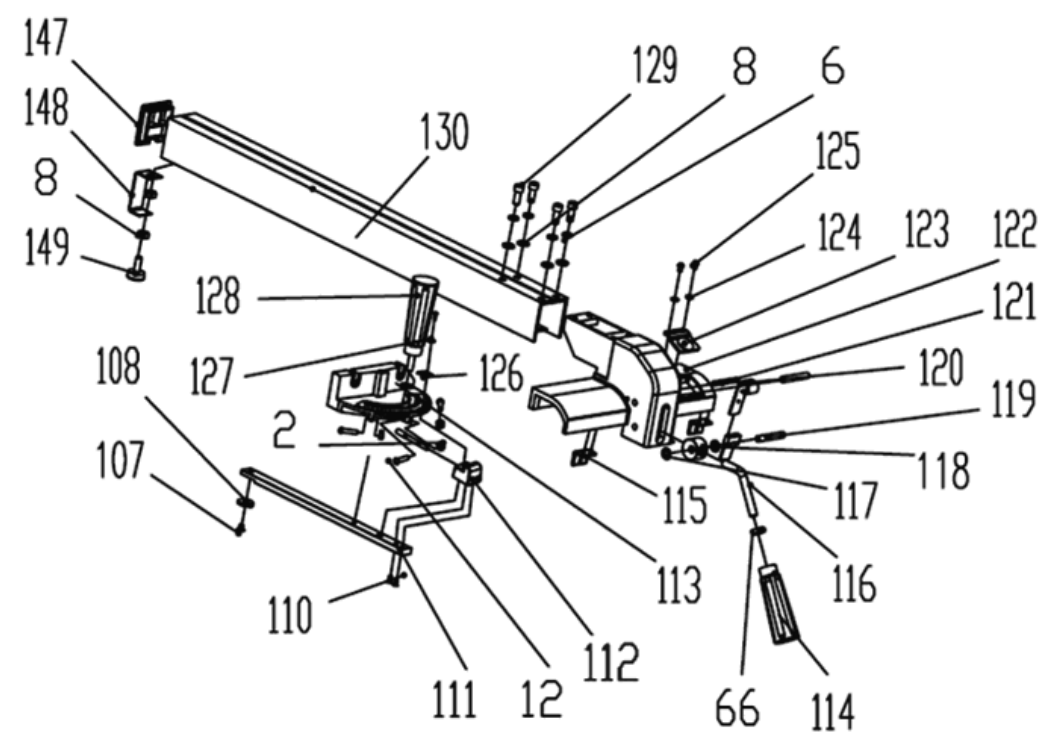

Рис. 26 – Схема сборки параллельного упора
8.3.2. При помощи правила или т.п. проверьте плоскость обеих дополнительных плит (5) относительно рабочего стола (6). При необходимости произведите корректировку положения дополнительных плит (5). Положение дополнительных плит (5) надёжно закрепите болтами (26), Рис. 26.